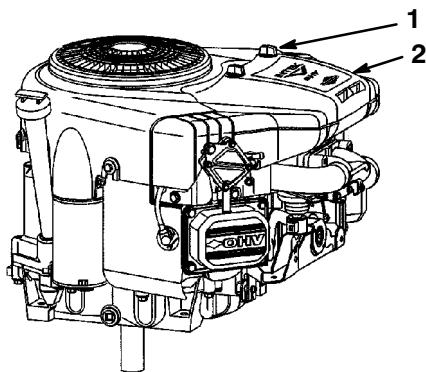

Abbildung 29
- Den Bereich um den Luftfilter herum reinigen, um zu verhindern, dass Schmutz in den Motor gelangen und Schäden verursachen kann. Die Knöpfe losdrehen und die Luftfilterabdeckung abnehmen (Abb. 29).